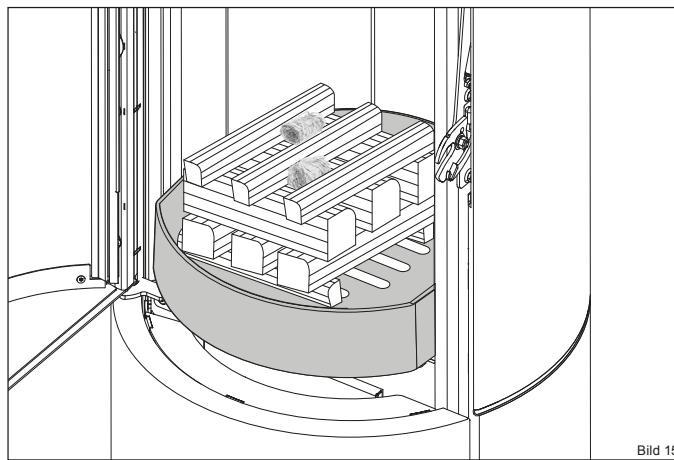

Bild 15
- Platzieren Sie die Holzscheite mittig auf dem Feuerrost im Feuerraum (Bild 15):
- die ersten 2 (2) quer zur Feuerraumscheibe an das vordere und hintere Ende der Rostöffnung legen
- die nächsten 3 (1) drei in Längsrichtung zur Feuerraumscheibe auf die beiden ersten Stücke legen
- die nächsten 3 (1) quer darüber
- die letzten 3 (2) längs darüber
- die Anzündhilfe (3) mittig zwischen die oberen Holzscheite